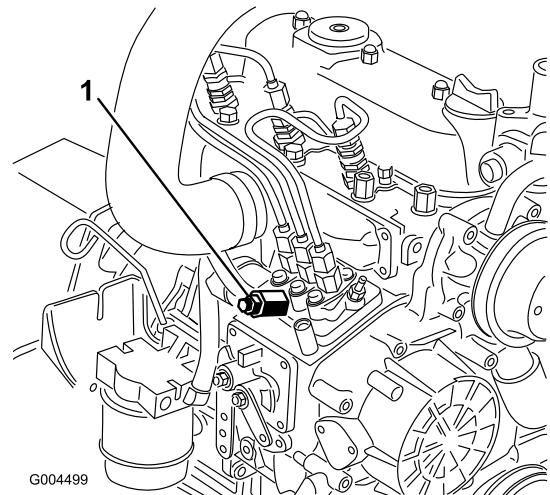

Figura 47
3. Coloque um tapete sob o parafuso de purga de ar na bomba de injeção de combustível e abra-a (Figura 47).